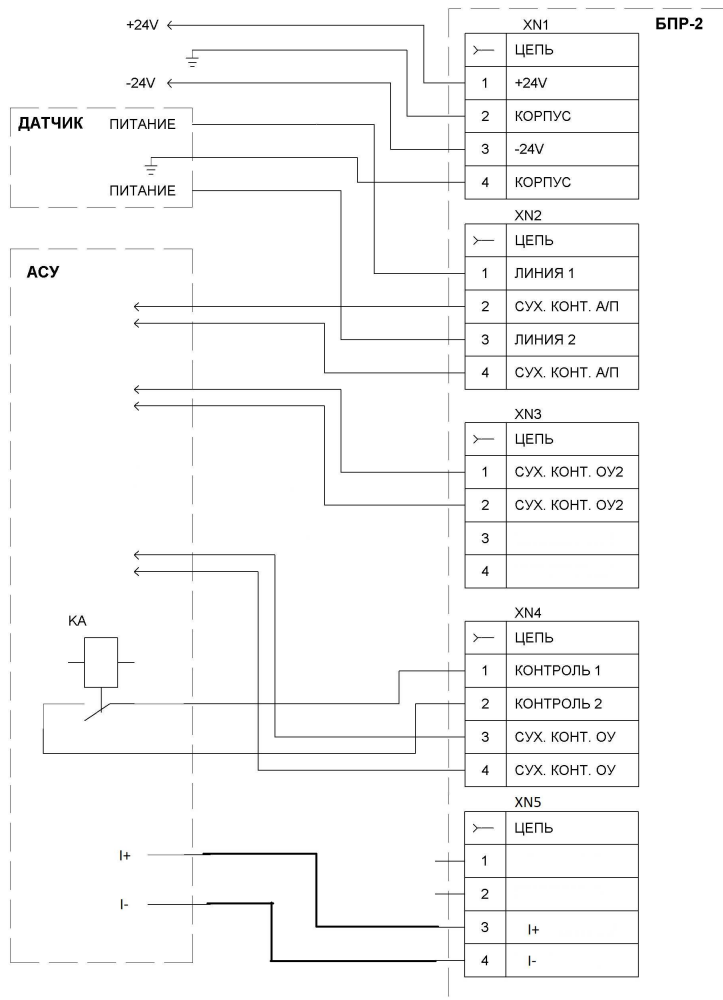

Рисунок 10 – Монтажная схема сигнализатора контроля герметичности СКГ-1 в составе с блоком питания и регистрации БПР-2Т.
2.10.2 Проверить правильность подключения датчика сигнализатора СКГ-1 к блоку питания и регистрации БПР-2Т, см. рисунок 10, а также п. 2 Данного руководства.